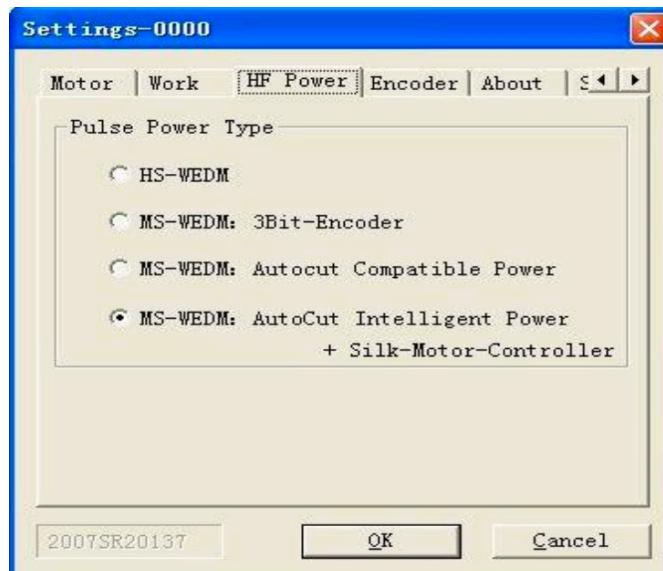

Рисунок 5.9 – Настройка высокой частоты
3) Высокая частота (Рисунок 5.9)